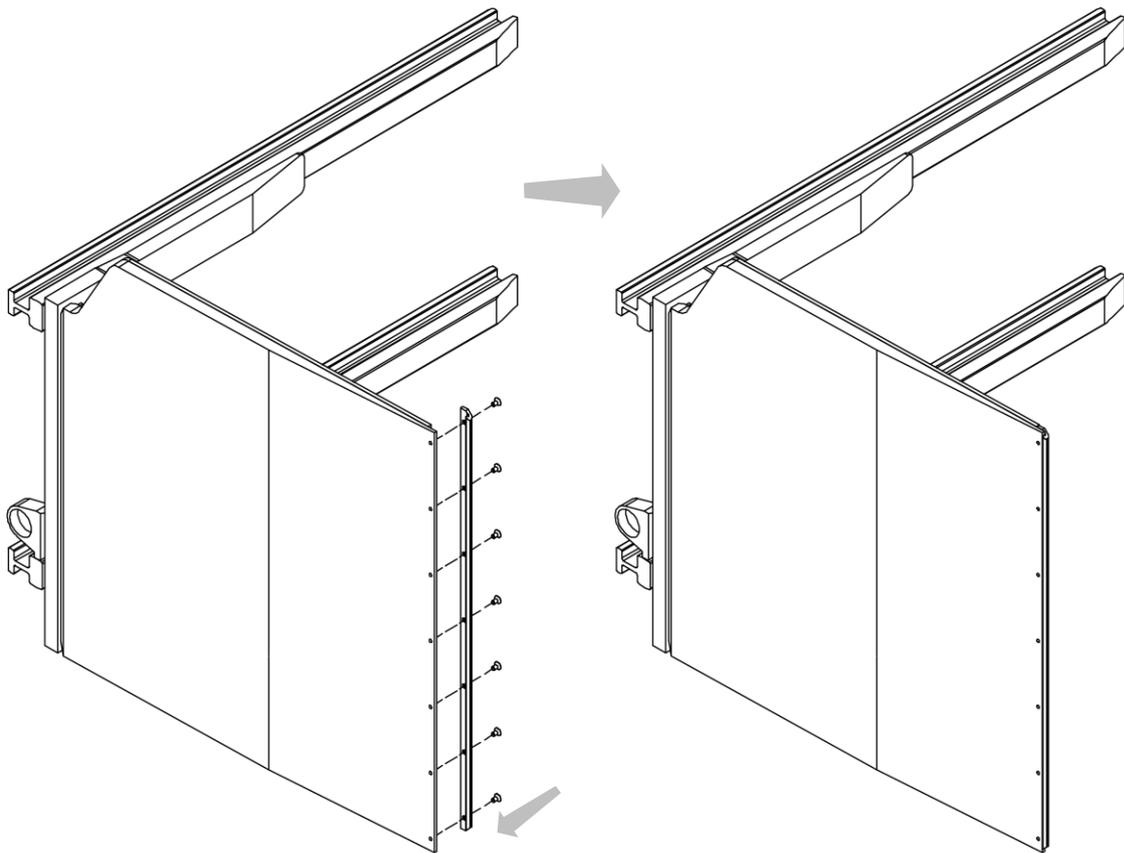

Abbildung 34
2. Montieren Sie die Schutzspitzen an die Backen (siehe *Abbildung 34*).